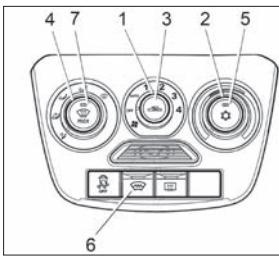

Рис. 39. Блок управления климатической системой (в вариантом исполнении)
2. Включите вентилятор, установив **рукоятку 1** (см. рис. 39) в одно из положений «1», «2», «3» или «4».
Для установки желаемой температуры воздуха в салоне поверните **рукоятку 2** (см. рис. 39) по часовой стрелке для повышения, против часовой стрелки для понижения. Температура будет поддерживаться автоматически в пределах производительности климатической установки и установленного допуска.
2. Поверните **рукоятку 2** (см. рис. 39) против часовой стрелки в левое положение до упора (синяя точка на блоке управления).
4. **Рукояткой 1** (см. рис. 39) включите максимальную скорость вентилятора климатической установки (положение «4»).
С помощью **рукоятки 2** (см. рис. 39) можно установить желаемую температуру воздуха в салоне. Климатическая система будет автоматически поддерживать установленную температуру воздуха в салоне в пределах производительности климатической установки и установленного допуска.
Для очистки ветрового и передних боковых стекол от запотевания, обмерзания или наружного обледенения в автоматическом режиме установите **рукоятку 1** управления вентилятором климатической системы в положение «**AUTO**», нажмите **кнопку 7** (см. рис. 39) с символом . Климатическая система автоматически:
Для включения/выключения ЭОВС нажмите **кнопку 6** (см. рис. 39), при включении загорается индикатор на кнопке выключателя. Контрольный световой индикатор, расположенный на кнопке выключателя, будет светиться желтым светом в течение всего времени работы системы электрообогрева. Система ЭОВС функционирует только при работающем двигателе.